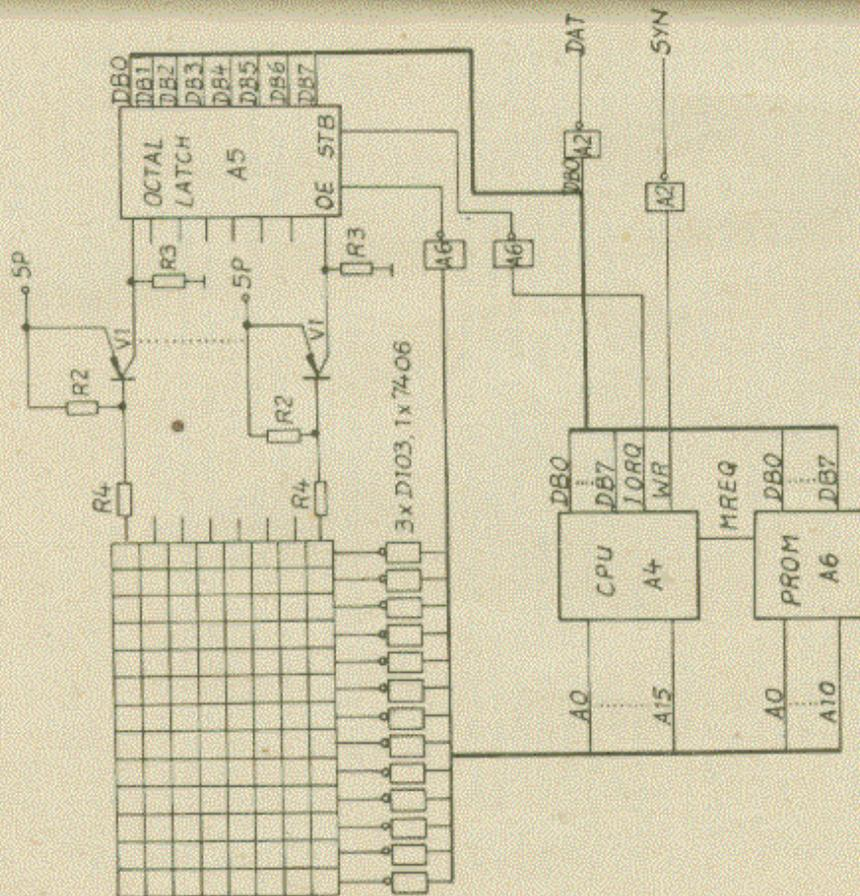

Abb. 1
ein Octal-Latch, in den Zeilen zwischen geschaltete Empfänger und einfache Gatter realisiert. Das Grundprinzip der Testaturarbeit besteht darin, daß die Adreßleitung A15 des Mikroprozessors gemeinsam mit der Steuerleitung IORQ, entweder des Leses der Zeilen der Tastaturmatrix oder die serielle Schnittstelle freigeht. Die serielle Schnittstelle wird durch das Bit DB0 des Datenbuses über einen Treiber als Datensignal und das Schreibsignal (WR) des Mikroprozessors über einen Treiber als Synchronisationssignal realisiert (Abb. 1).